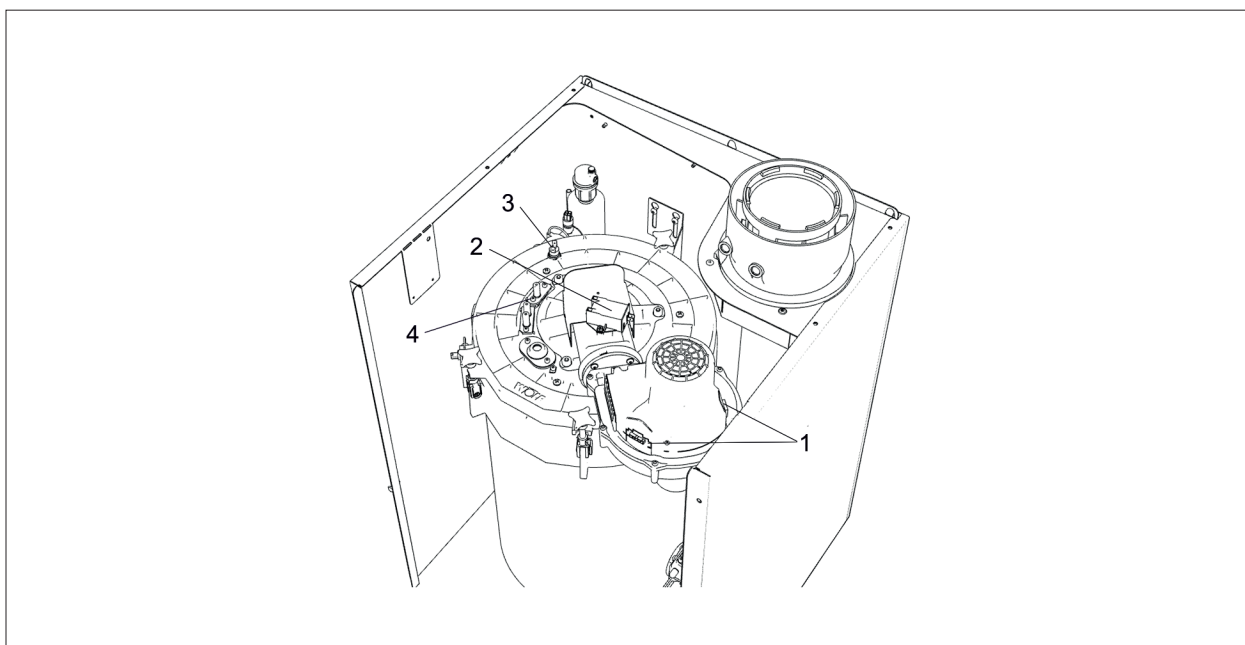

Рис. 5.5 Вывернуть соединительный кабель горелки
- ▶ Подключить разъем запального и ионизационного электрода, предохранительный ограничитель температуры и вентилятор, см. Рис. 5.5.
- ▶ Закрепить крышку камеры сгорания 3 винтами с крестообразной рукояткой (1) .